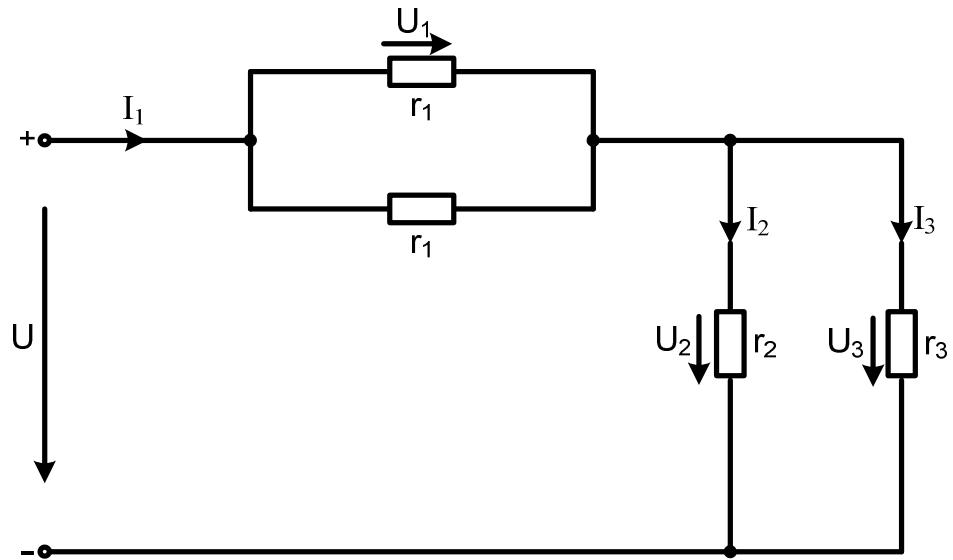

Рис. 2.1
Для проведения лабораторной работы на панели №6 секции электрических цепей гибкими соединителями собирается схема (рис. 2.1). Принципиальная схема приведена на рис. 2.1. Величина напряжения на входе цепи 40 ± 100 В и сопротивления резисторов задаются преподавателем (величины токов в цепи не должны превышать 1 А).
2.4.1. По заданным величинам входного напряжения и сопротивлений резисторов рассчитать токи в цепи (рис. 2.1). Определить напряжение на каждом резисторе, а также мощность источника и мощность всех приемников. Результаты расчетов занести в табл. 2.1.